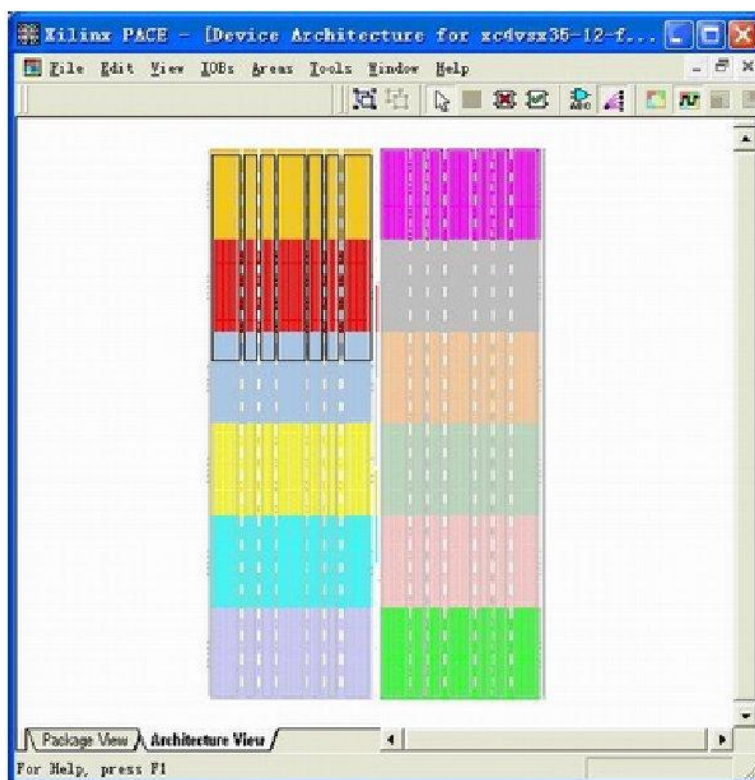

图 4-86 FPGA 时钟分区示意图
(3) 对于多时钟设计，用户需要了解芯片的时钟分区。选择“IOB”菜单下面的“Show Clock Regions”命令，则在芯片架构视图区用不同的颜色显示 FPGA 芯片内部不同的时钟分区，如图 4-86 所示。